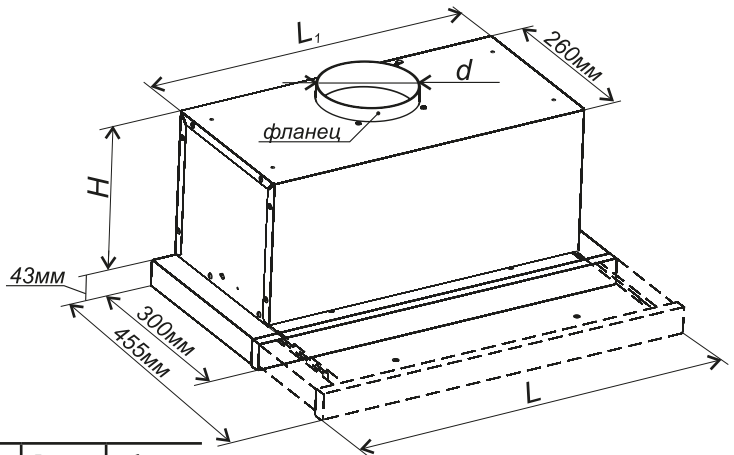

Рис. 1
- 6.1 Выбрать расстояние между нагревательной поверхностью плиты и воздухоочистителем (750 мм min.). Прибавив 43 мм (см. рис. 1), Вы определите нижний уровень для навешивания шкафчика.